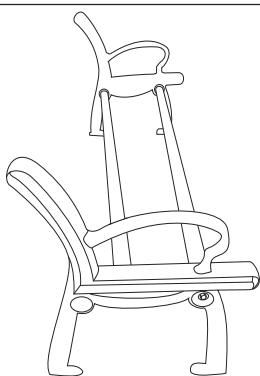

Figure 1
2. Fixez sans serrer les tiges de support transversal aux cadres latéraux à l'aide des boulons, des rondelles, de la perceuse et de l'embout à douille de 17 mm. (Voir Figure 1)